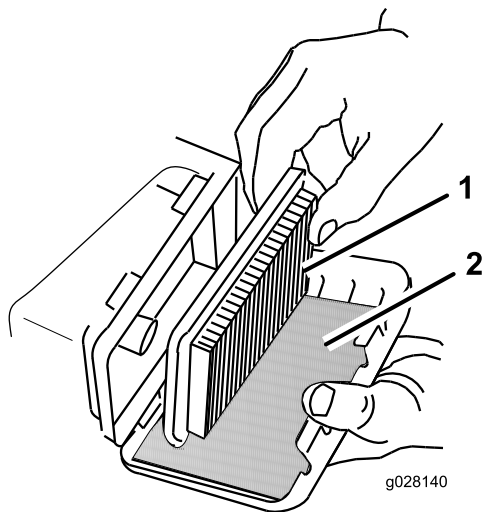

Figure 18
3. Retirez l'élément en papier et le préfiltre en mousse (Figure 18).